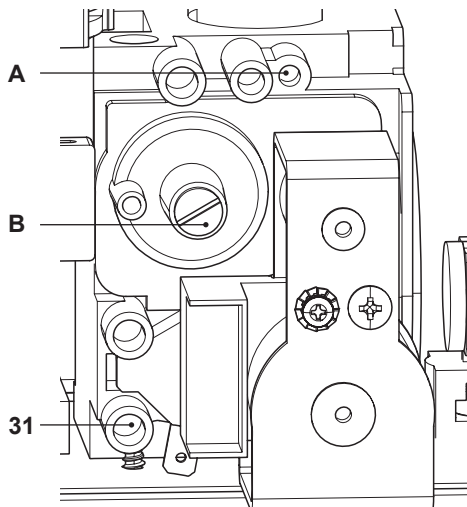

Figura 7.5
- A caldaia spenta (fuori servizio), controllare la pressione di alimentazione utilizzando la presa 31 in Figura 7.5 e confrontare il valore letto con quelli riportati nella tabella Pressioni di alimentazione gas nella sezione "Dati tecnici" pag. 24.
- Richiudere bene la presa di pressione 31 in Figura 7.5.
- Per tarare il CO_2 della caldaia (pressione del gas al bruciatore) svitare completamente il tappo in ottone di protezione B e agire sulla vite a brugola \varnothing 4 mm sottostante Figura 7.5, girando in senso orario il CO_2 aumenta.
- Se i due dati non coincidono agire sulla vite regolazione massimo RQ (A in Figura 7.5) della valvola gas e tarare il **CO₂** allo stesso valore riportato nella sezione "Dati tecnici" in tabella "Dati in sanitario" pag. 24 (modello **M260.1616 SV/M**), pag. 27 (modello **M260.2025 SV/M**) e pag. 30 (modello **M260.3035 SV/M**). Girando in senso orario il **CO₂** diminuisce.